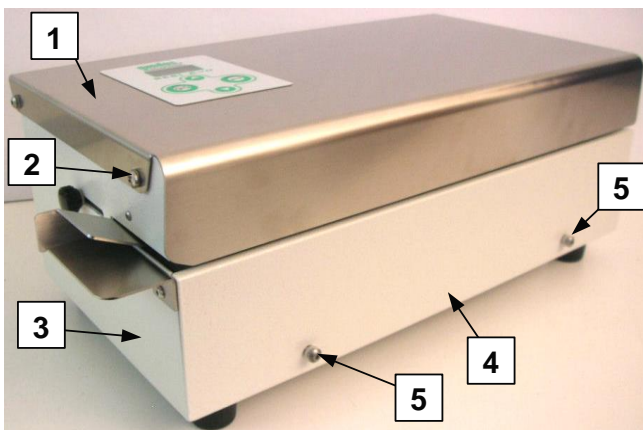

Bild 4.1
- Lösen Sie die zwei Schrauben (Nr. 2 – Bild 4.1) und drehen Sie die obere Abdeckung (Nr. 1 – Bild 4.1), bis sie vollständig offen ist: Die Schrauben (Nr. 2 – Bild 4.1) werden mit dem Rahmen (Nr. 3 – Bild 4.1) verschraubt.
- Schließen Sie die Abdeckung der Maschine (Nr. 1 – Bild 4.1) und schrauben Sie die beiden Schrauben vollständig fest (Nr. 2 – Bild 4.1).
- Lösen Sie die beiden Schrauben (Nr. 2 – Bild 4.1) und drehen Sie die obere Abdeckung (Nr. 1 – Bild 4.1) bis zur vollständigen Öffnung: Die Schrauben (Nr. 2 – Bild 4.1) werden mit dem Rahmen des Durchlaufsiegelgerätes (Nr. 3 – Bild 4.1) verschraubt.
- Schließen Sie die obere Abdeckung (Nr. 1 – Bild 4.1) und schrauben Sie die beiden Schrauben vollständig fest (Nr. 2 – Bild 4.1).
- Lösen Sie die beiden Schrauben (Nr. 2 – Bild 4.1) und drehen Sie die obere Abdeckung (Nr. 1 – Bild 4.1) bis zu ihrer vollständigen Öffnung: Die Schrauben (Nr. 2 – Bild 4.1) werden mit dem Rahmen des Durchlaufsiegelgerätes (Nr. 3 – Bild 4.1) verschraubt.
- Schließen Sie die obere Abdeckung (Nr. 1 – Bild 4.1) und schrauben Sie die beiden Schrauben (Nr. 2 – Bild 4.1) fest.
- Schließen Sie die Frontabdeckung (Nr. 4 – Bild 4.1) und ziehen Sie die beiden Schrauben vollständig an (Nr. 5 – Bild 4.1).